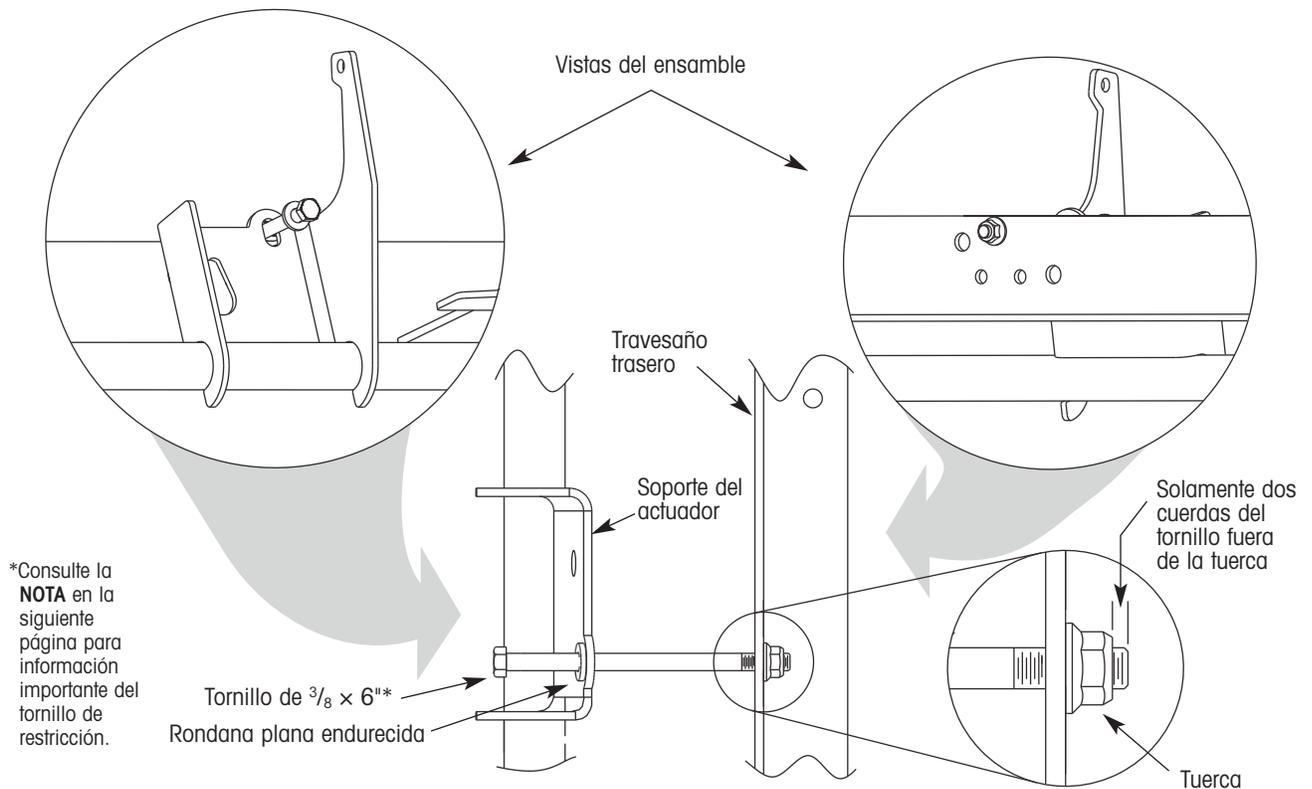

Figura 13. Detalles de la instalación del resorte
2. Inserte el ensamblaje del tornillo y la arandela a través del agujero en el soporte del actuador y del agujero en el travesaño trasero (figura 13).
3. Rosque la tuerca en el tornillo y apriete solamente hasta que dos cuerdas del tornillo estén visibles después de la tuerca (figura 13).